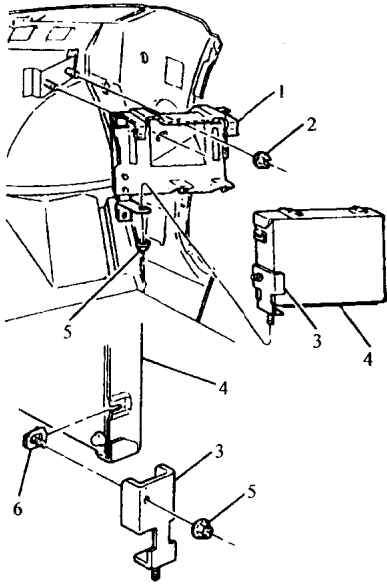

图 1-13 PCM 总成及支架
- 3) 拆下动力控制模块(PCM, 见图 1-13)的接线。